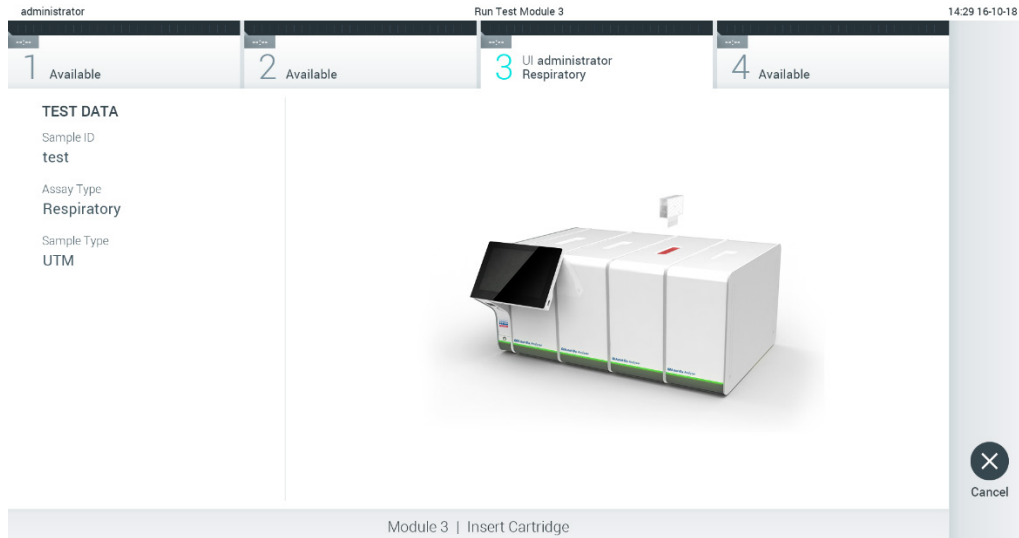

图 27. 将 QIAstat-Dx 检测试剂盒插入 QIAstat-Dx Analyzer 1.0。
7. 确保 QIAstat-Dx 检测试剂盒的拭子口和主口的样本盖均已牢固关闭。当 QIAstat-Dx Analyzer 1.0 顶部的试剂盒入口自动打开时，请插入 QIAstat-Dx 检测试剂盒，确保其条形码向左，反应室向下 (图 27)。